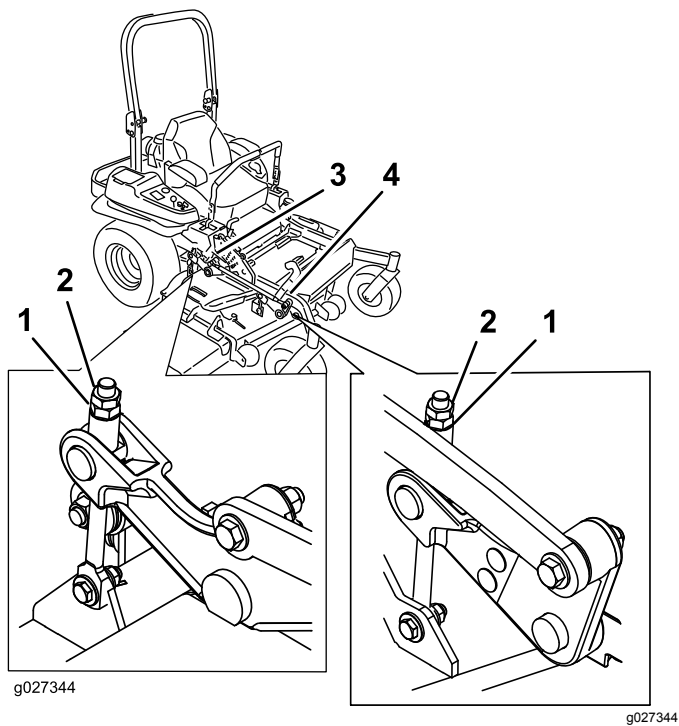

Figure 106
10. Ajustez précisément le serrage de l'écrou de réglage sur l'ensemble de levage du tablier avant (Figure 106).
16. Ajustez précisément la vis de réglage en la tournant jusqu'à obtention d'une hauteur de 8,3 mm (3,25 po) (Figure 106).